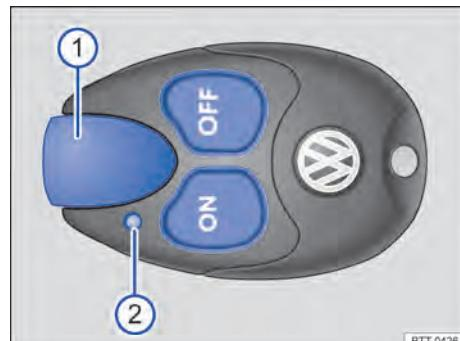

Fig. 100 Aquecimento estacionário: controle remoto.
- **Ligar:** pressionar o botão **ON** → Fig. 100 ou . Se a luz de controle ficar acesa por aproximadamente 2 segundos na cor verde, o aquecimento estacionário estará ligado.
A luz de controle → Fig. 100 ② fornece diferentes informações ao usuário, após pressionar o botão.
Um alcance ideal é obtido ao manter o controle remoto com a antena → Fig. 100 ① verticalmente para cima. Não cobrir a antena.